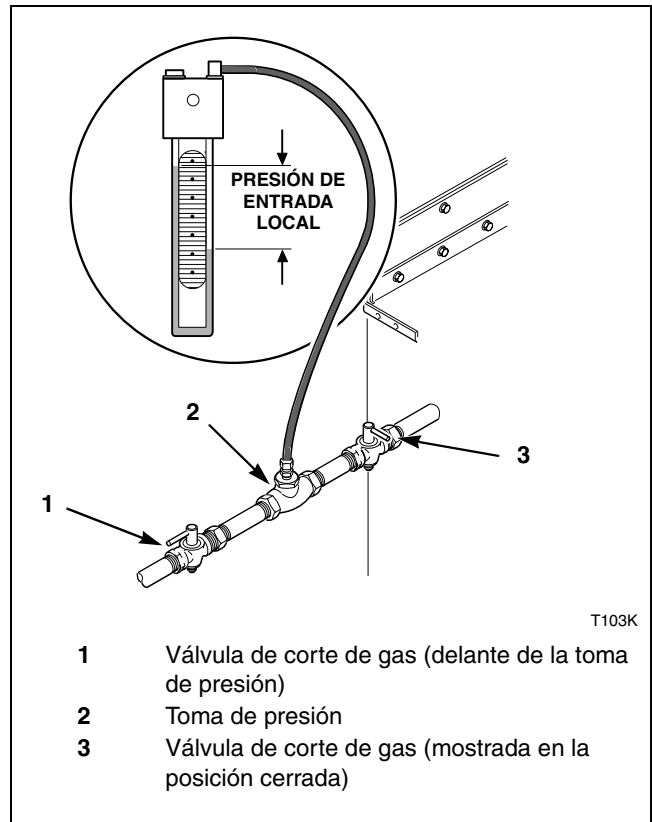

Figura 2
- a. Desconecte la corriente eléctrica de la secadora. Cierre la válvula de corte de la secadora. Consulte la *Figura 2*.
- a. Desconecte la corriente eléctrica de la secadora. Cierre la válvula de gas de la secadora. Consulte la *Figura 2*.
1. Desconecte la corriente eléctrica de la secadora. Cierre la válvula de corte de la secadora. Consulte la *Figura 2*.